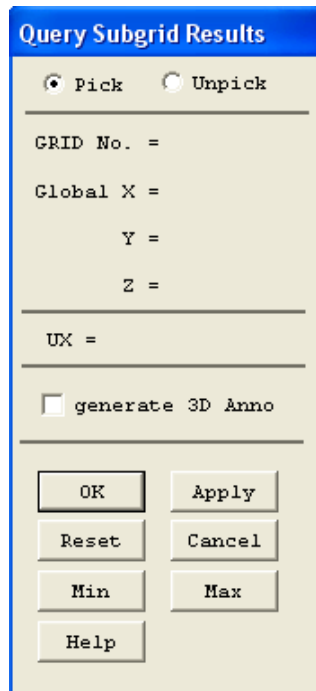

Рисунок 91. Окно выбора *Query Subgrid Results*
- Кнопка **Query Results**  предназначена для определения узловой точки, в которой следует определить значение выбранного физического параметра при заданном времени, установленном с помощью полосы прокрутки. После использования данной кнопки, появляется окно выбора **Query Subgrid Results** (Рисунок 91), с помощью которого необходимо указать узловую точку (с помощью «мыши»), в которой будет определяться значение физического параметра.